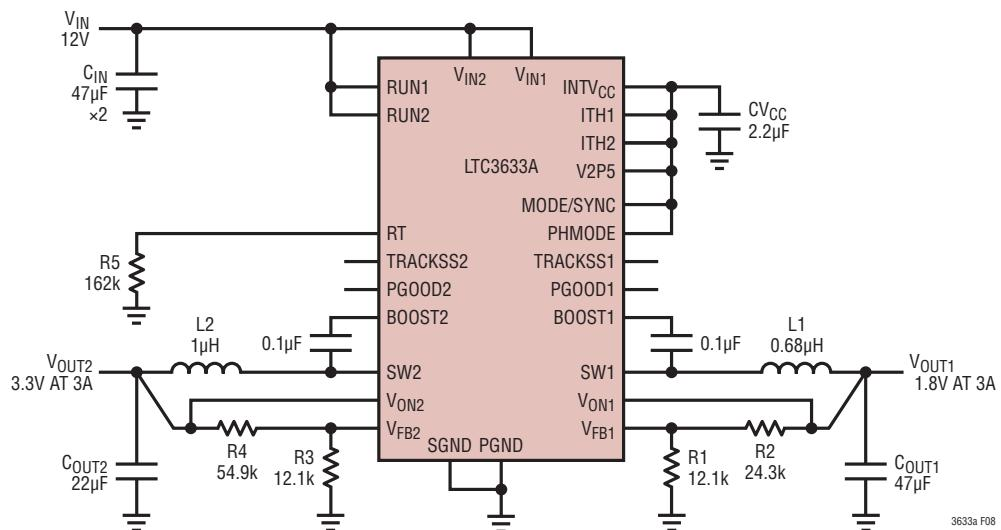

図8. 設計例の回路
- 3) 抵抗分割器(たとえば、図 8 の $R1 \sim R4$)は、 C_{OUT} の(+)電極と SGND の近くに終端しているグランド・ラインとの間に接続する必要があります。帰還信号 V_{FB} は、SW ラインのようなノイズの多い部品やトレースから離して配線し、帰還信号のトレースはできるだけ短くします。さらに、 R_T 抵抗とループ補償部品は SGND に終端します。
最終的な回路を図8に示します。